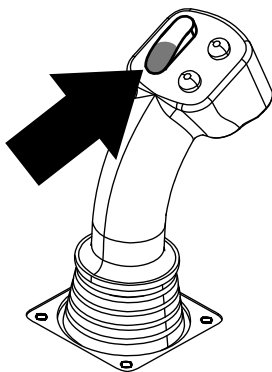
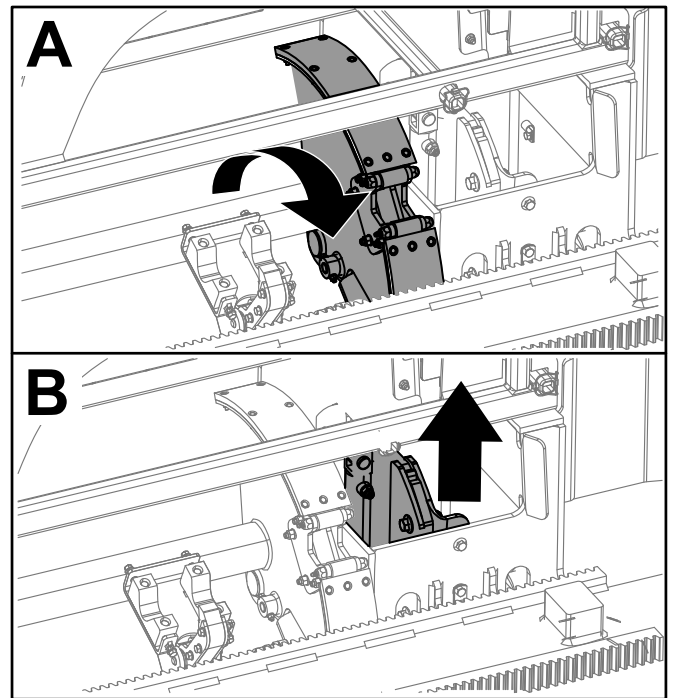

Bild 30
Bild 31
5. Halten Sie den unteren Teil des Kippschalters (Bild 30), bis die Nocken sich ganz nach vorne zum Gestell drehen und die Heber das verbleibende Rohr in den Rohrkasten hebt (Bild 31).